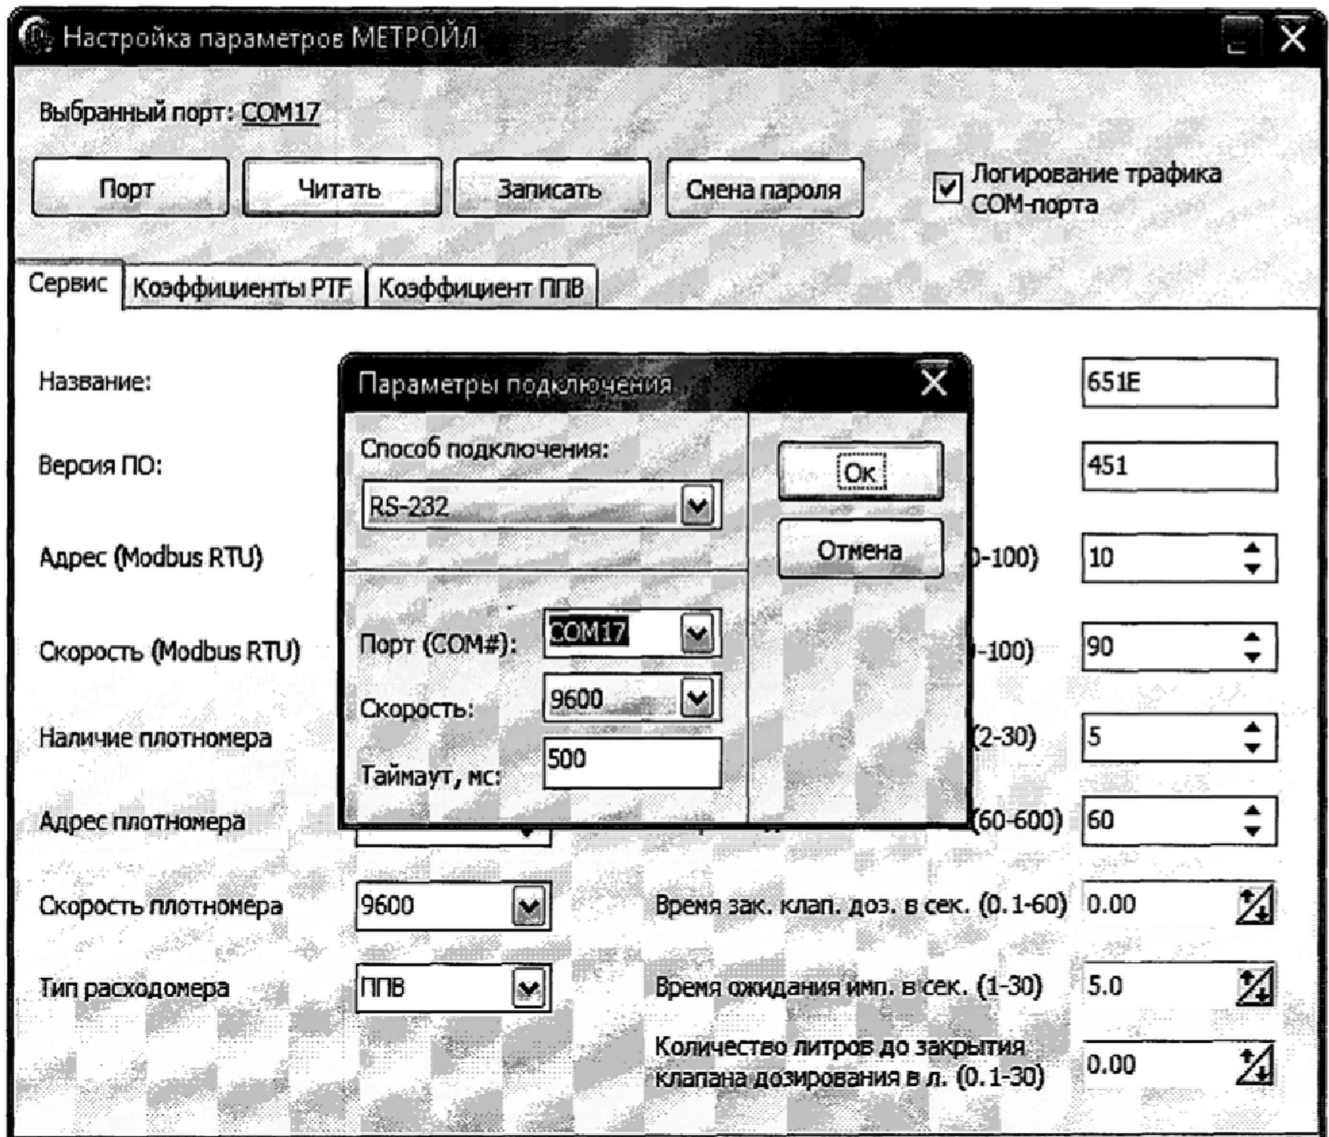

Рисунок 3
10.5 После запуска программы необходимо выбрать COM-порт, по которому осуществляется связь с контроллером «Метройл» и выставить параметры связи: способ подключения – rs-232, скорость – 9600, таймаут – 500мс. (рисунок 3).